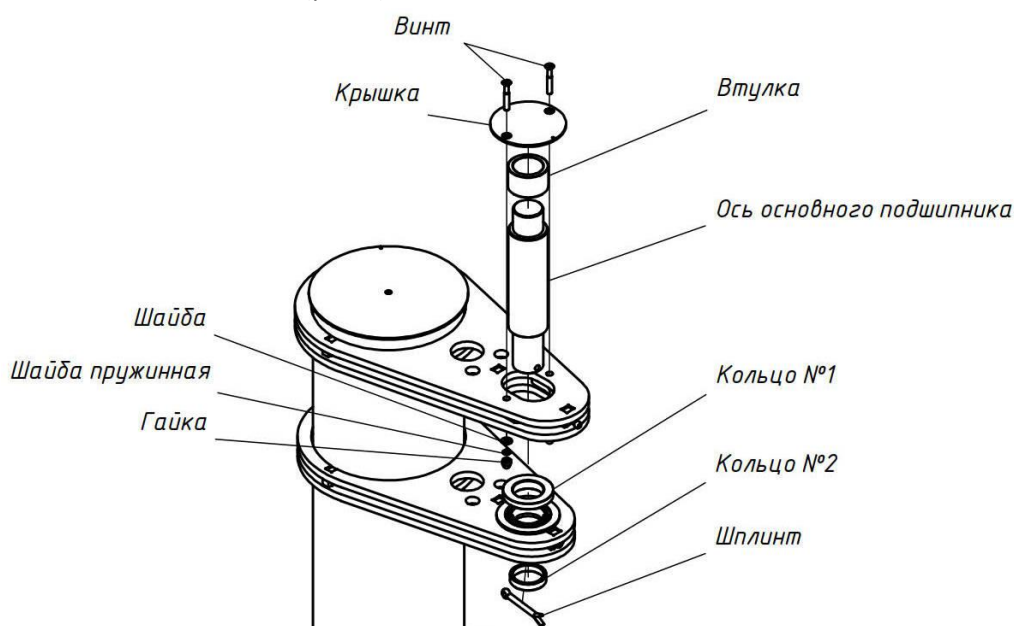

Рис.5 Демонтаж оси основного подшипника
1.2.1. Выкрутив винты снять крышку основного подшипника. Освободив от шплинта, вынуть ось основного подшипника (рис.5)